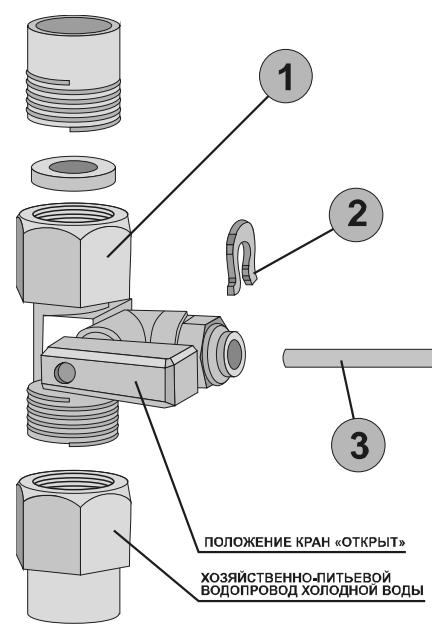

Рисунок 3. Узел подключения
3.3. К узлу подключения (1,2 м) (Рис. 3, поз. 3)	1 шт.
7. Узел подключения: (Рис. 3)
5.1 Установка узла подключения (рис. 3)